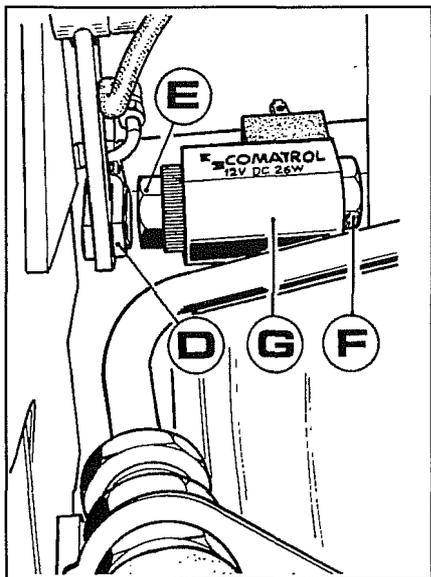
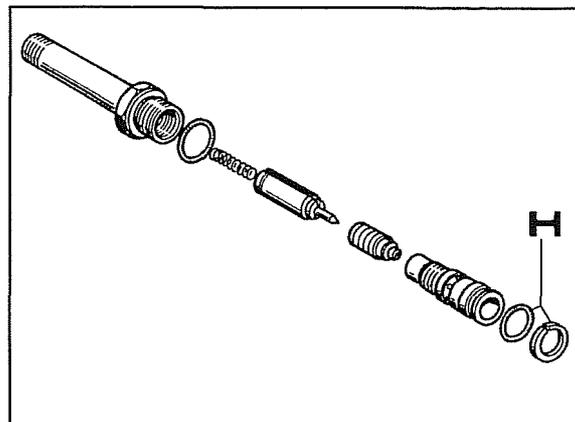

Fig. 17
Fig. 18
- 2- Débrancher la fourche de commande quatre roues motrices **D** fig.17 pour ne pas avoir d'obstacle en sortant le groupe bobine solénoïde.
3. Desserrer l'écrou **E** fig.17 pour permettre le déplacement de la bobine **G** afin d'avoir la possibilité de desserrer l'écrou **F** du solénoïde avec une clé, puis dévisser et sortir le groupe. La fig.18 montre en détail les composants du solénoïde qui doivent être lavés, soufflés et huilés avec de l'huile du même type avant d'être remontés.
- a. Remonter la bobine **G** fig.17 sur le solénoïde.
Vérifier l'intégrité des anneaux d'étanchéité interne **H** fig.18.